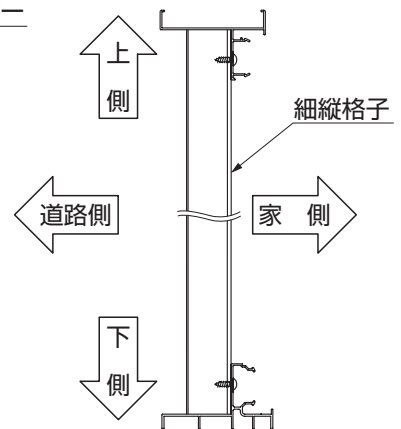

図5-3 パネル取付け方向
- 細縦格子には取付けの際 方向、向きがあります。(図5-3参照)